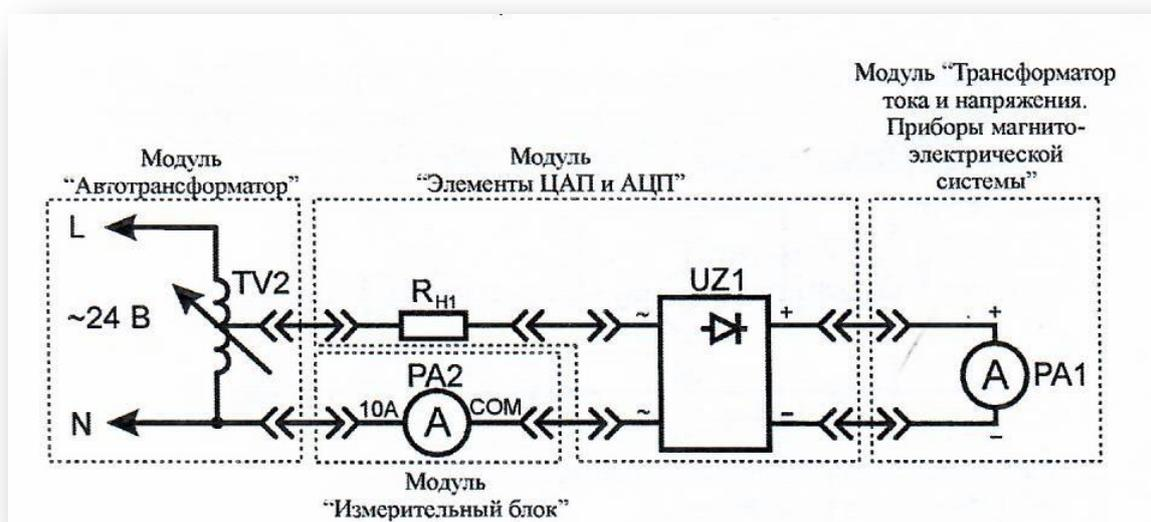

Рис. 23. Схема электрическая соединений лабораторных модулей для измерения переменного тока
1. Согласно схеме (рис. 23) выполнить электрические соединения модулей для измерения переменного тока аналоговым ( $PA1$ ) и цифровым ( $PA2$ ) амперметрами при помощи выпрямительного моста. **Монтаж схемы производить при отключенном питании.**